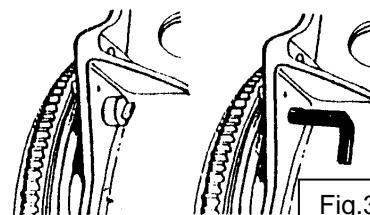

Fig.3
- 1/. Puede calibrarse el motor insertando el pasador de Calibración No.6 a través del bloque de motor y a su volante. Esto posiciona el cigüeñal y el pistón No.1 en la posición precisa de tiempo de inyección. Véase la Fig.3.